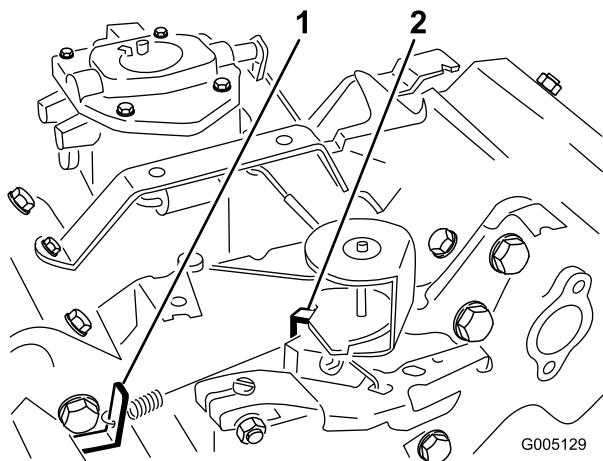

図 50
3. 長足アイドル・スプリング・アンカーの耳(図 50)を曲げて、エンジン速度を 1625 ± 50 RPM に調整する。タコメータで速度を確認のこと。
5. スロットル・コントロールをFAST位置とする。高速アイドル・スプリング・アンカーの耳(図 50)を曲げて、エンジン速度を 2850 ± 50 RPM に調整する。